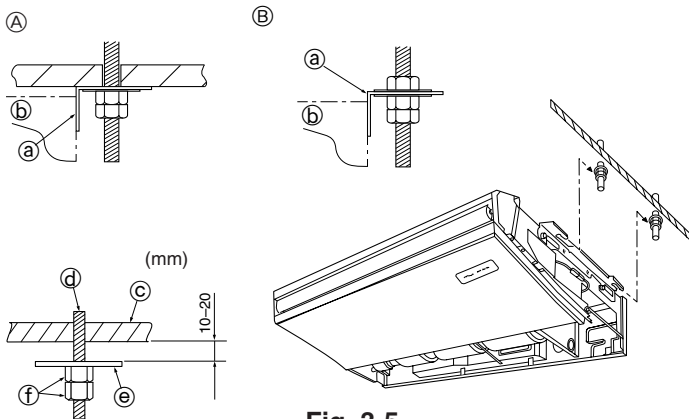

Fig. 3-5
- ① Giriş ızgarası
- ② Giriş ızgarası tespit tokmağı
- ③ Sürünüz
- ④ Menteşe
- ⑤ Menteşeyi iterek giriş ızgarasını çekip çıkarınız.
- ⑥ Yan paneli ileriye doğru sürünüz.
- ⑦ Yan panel
- ⑧ Yan paneli tespit vidalarını çıkarınız.
- ② Giriş ızgarasını zorlayarak açmak veya 120°den fazla açı yapacak şekilde açmak menteşeleri bozabilir.
3.3. İç ünitenin monte edilmesi (Fig. 3-5)